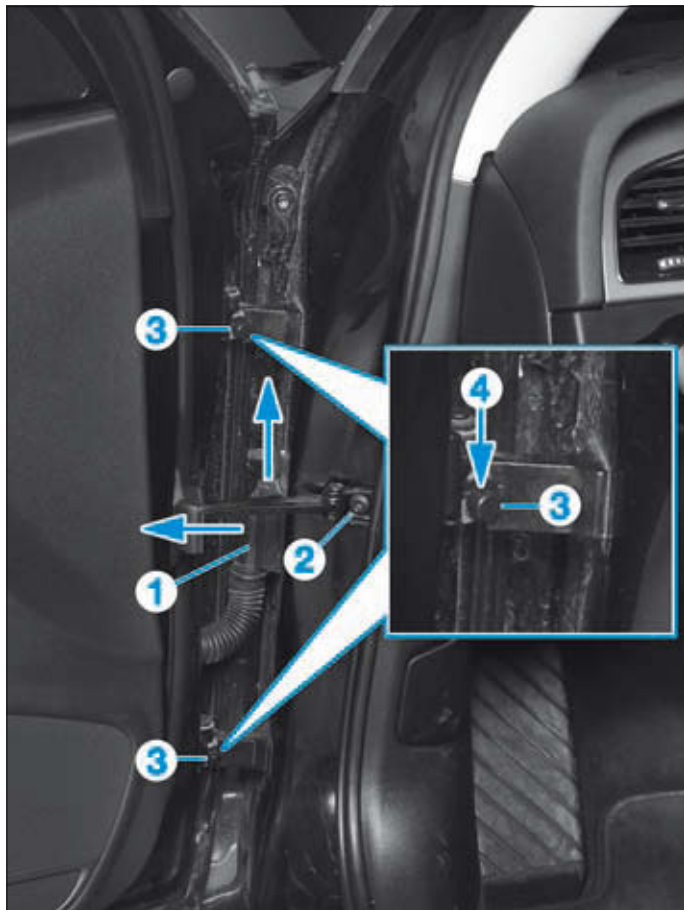

FIG. 98
- Déverrouiller puis débrancher le connecteur (1) de porte sur le pied avant (Fig.98).
- la vis (2) du limiteur d'ouverture,
- les caches (3) des axes de portes,
- les vis (4).